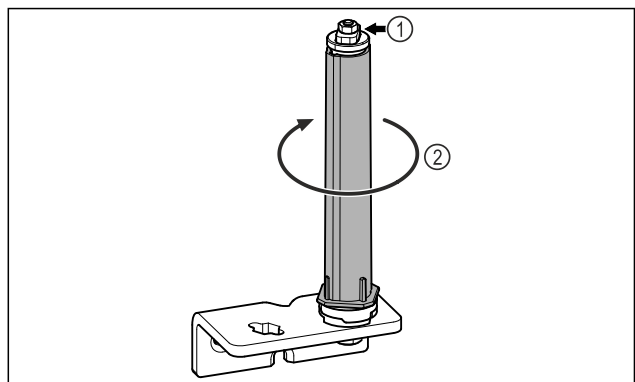

Fig. 28
- ▶ Не розбирати систему закриття дверей Fig. 28 (1).
- ▶ Повертати систему закриття Fig. 28 (2) до клацання.